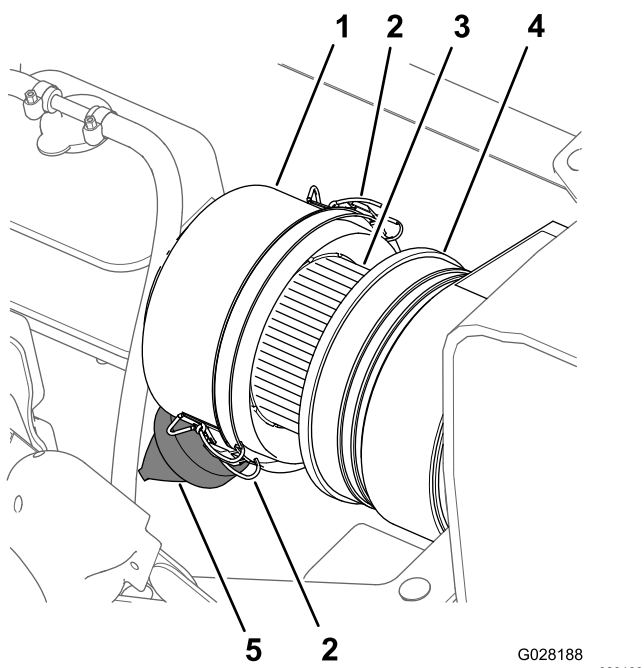
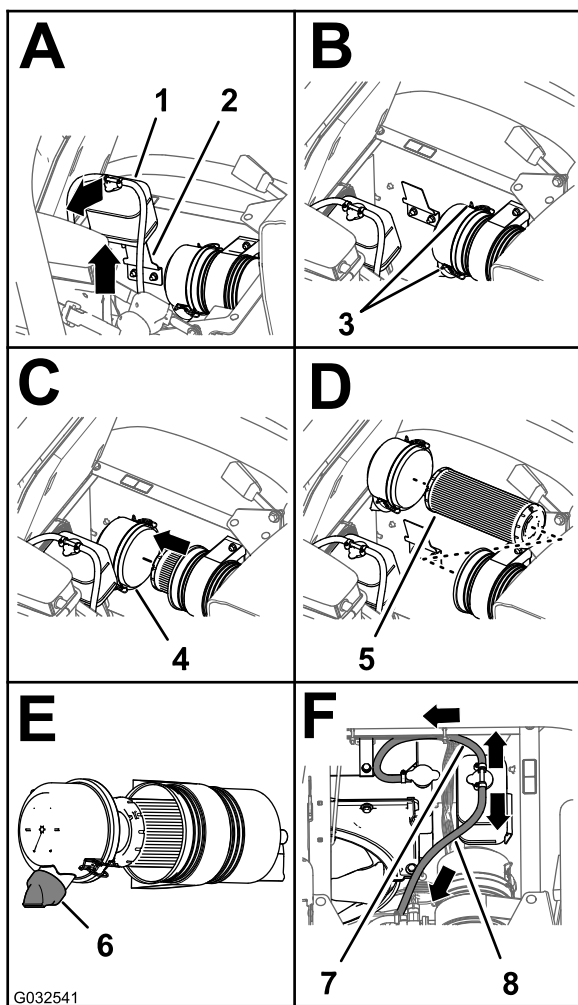

Figura 73
Figura 74
3. Pulite il coperchietto antipolvere e il corpo del filtro dell'aria (Figura 73).
4. Controllate il corpo del filtro dell'aria per escludere danni che possano causare una perdita d'aria (Figura 73).
5. Comprimate la valvola antipolvere per pulirla da sporcizia, polvere e detriti (Figura 73).
7. Verificate l'elemento del filtro dell'aria per escludere un eccessivo accumulo di polvere, sporcizia e detriti (Figura 73).
8. Montate il coperchietto antipolvere sul corpo del filtro dell'aria e fissatelo con i 2 fermi (Figura 73).
2. Pulite il coperchietto antipolvere e il corpo del filtro dell'aria (Figura 73).
3. Sollevate il serbatoio di troppopieno del refrigerante ed estraetelo dalla staffa di supporto del serbatoio (Figura 74).
- Allentate i 2 fermi che fissano il coperchietto antipolvere al corpo del filtro dell'aria (Figura 74).
- Pulite l'interno del coperchietto antipolvere, corpo del filtro dell'aria e valvola antipolvere con un panno umido (Figura 73 e Figura 74).
- Inserite l'elemento del filtro dell'aria nel corpo del filtro dell'aria (Figura 74).
- Montate il coperchio sul corpo del filtro dell'aria e fissatelo con i 2 fermi (Figura 74).
Nota: Assicuratevi che la valvola antipolvere sia allineata tra le posizioni a ore 5 e ore 7 vista dall'estremità (Figura 74).
- Allineate il serbatoio di troppopieno del refrigerante alla staffa di supporto del serbatoio e posizionate saldamente (Figura 74).
Importante: Assicuratevi che il flessibile di sfiato della pressione sia disposto in avanti e verso il basso e che il flessibile di sfiato del serbatoio sia disposto indietro, come illustrato nella Figura 74.